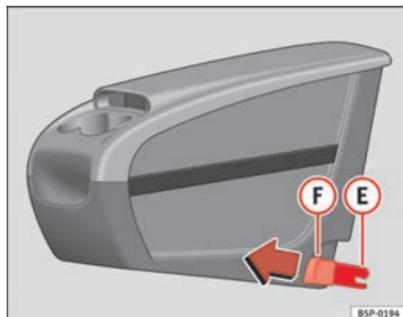

Fig. 113 Porta-objetos móvel. Montagem
⇒ página 155, fig. 113, com as duas anilhas de fixação **(G)**
- Puxe cada um dos botões ⇒ página 155, fig. 113 **(F)** das pinças (botões vermelhos) para a frente, até ouvir que desencaixaram.